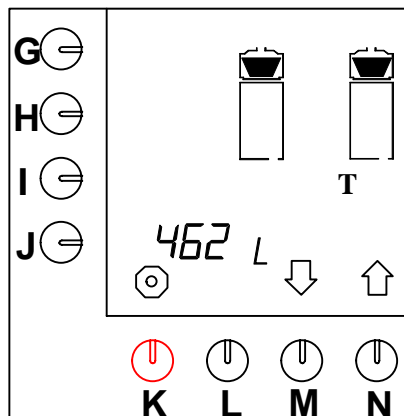

Fig. 51 Totalräkneverk bryggarsystem
- Tryck på valtangenten (N.)↑ tills fig. 51 visas på displayen.